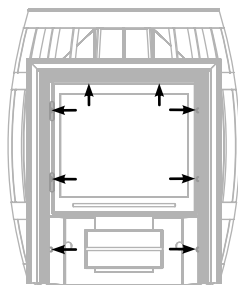

Рисунок 5. Винты для демонтажа дверки при монтаже печи «Саяны Витра»
- 1) открутить саморезы 8 шт., которыми прикрепляется дверка с рамкой к топливному каналу и снять ее; (см. рисунок 5)